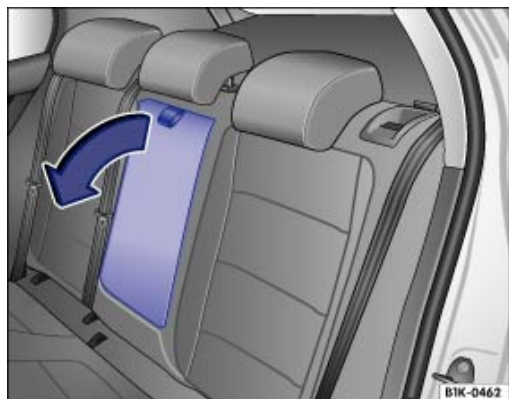

Fig. 77 Accoudoir central arrière abaissable
- Pour l'abaisser : tirez la dragonne dans le sens de la flèche ⇒ Fig. 77 .
- Pour relever l'accoudoir central : rabattez-le vers le haut dans le sens inverse de la flèche ⇒ Fig. 77 et jusqu'en butée dans le dossier de siège.